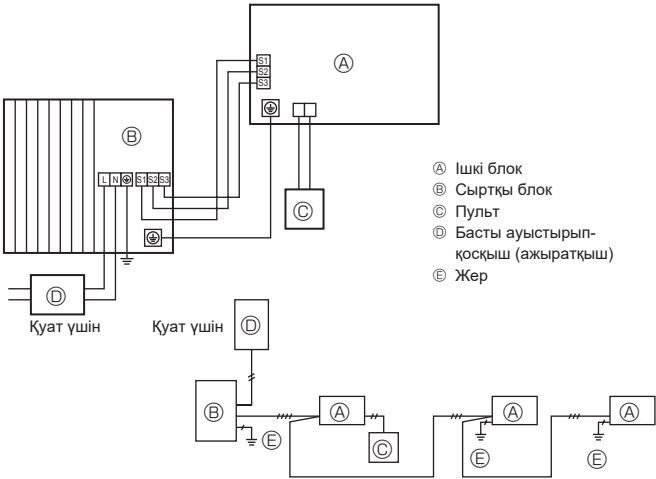
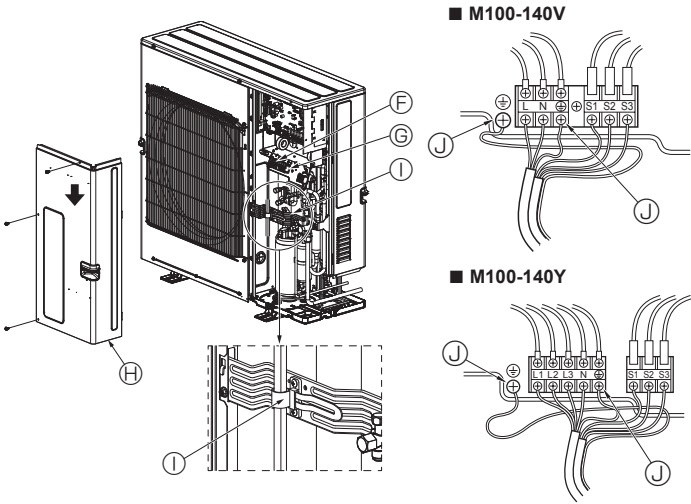

Fig. 6-1
Fig. 6-2
6.1. Сыртқы блок (Fig. 6-1, Fig. 6-2)
- ① Қызмет көрсету панелін алып тастаңыз.
- ② Кабельдерді Fig. 6-1 және Fig. 6-2 қарап отырып жүргізіңіз.